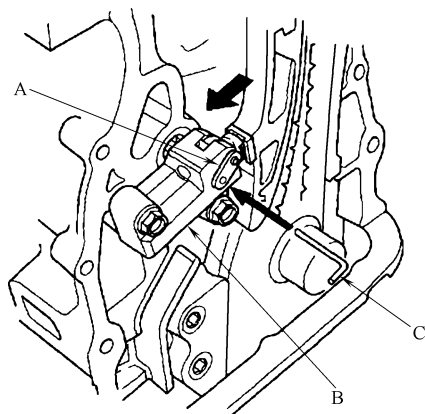

图 23-128 插入锁止销
- 15) 按照图 23-128 所示, 将锁止装置 A 和自动张紧器 B 上的小孔对齐, 然后将直径为 1.5mm 的锁止销 C 插入孔中。